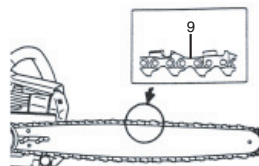

Fig. 4
4. Vérifiez si la direction de la chaîne est correcte (9) comme indiqué sur la figure et alignez la chaîne sur le pignon. (Fig. 4)